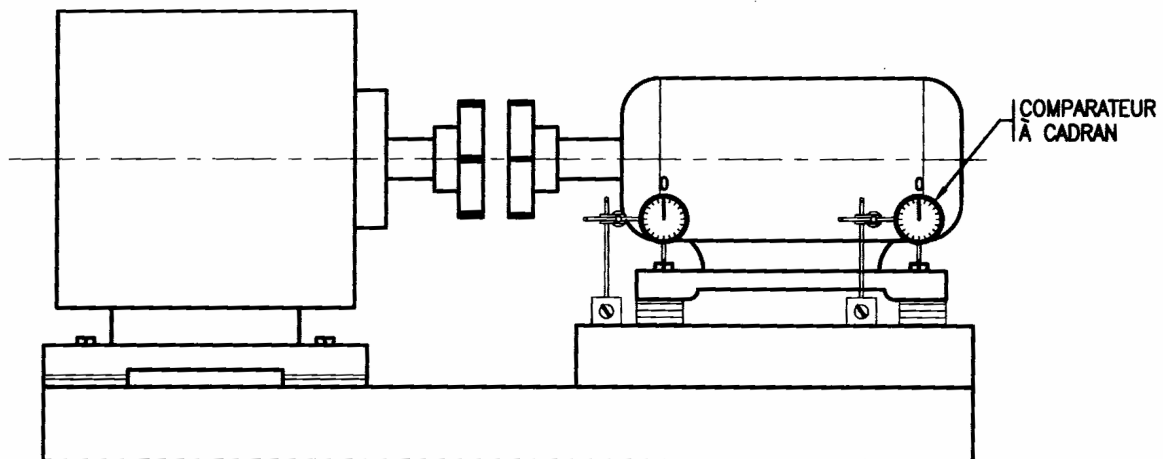

Figure 48 – Vérification d'un pied boiteux
- installer ensuite un comparateur à cadran sur base magnétique, le palpeur placé perpendiculairement sur le support de la machine et placer le comparateur à zéro (figure 48).